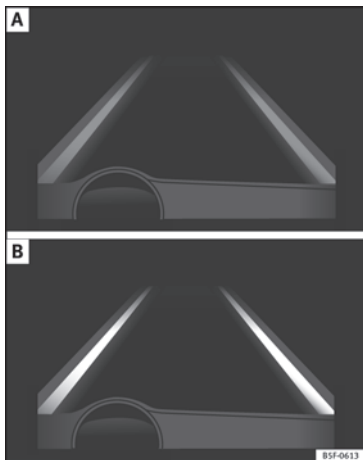

Fig. 189 Sur l'écran du combiné d'instruments : indication sur l'écran de l'assistant de maintien de voie (exemple 1).
- L'assistant est activé, mais indisponible car la vitesse minimale n'a pas été atteinte ou car il ne reconnaît pas les lignes des voies » **fig. 189 A.**
- L'assistant est activé et disponible, il reconnaît les deux lignes de la voie. Il n'est pas en train de corriger la trajectoire » **fig. 189 B.**